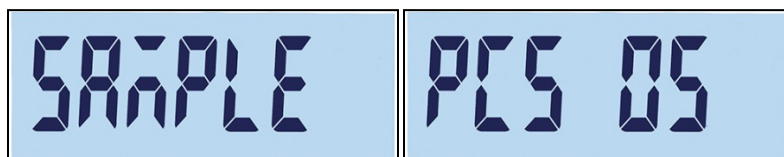

Figure 2-17 : Numéro de référence
1. Appuyez sur la touche de fonction de comptage . « ÉCHANTILLON » s'affichera, suivi de « PCS 05 », comme sur la Figure 2-17.